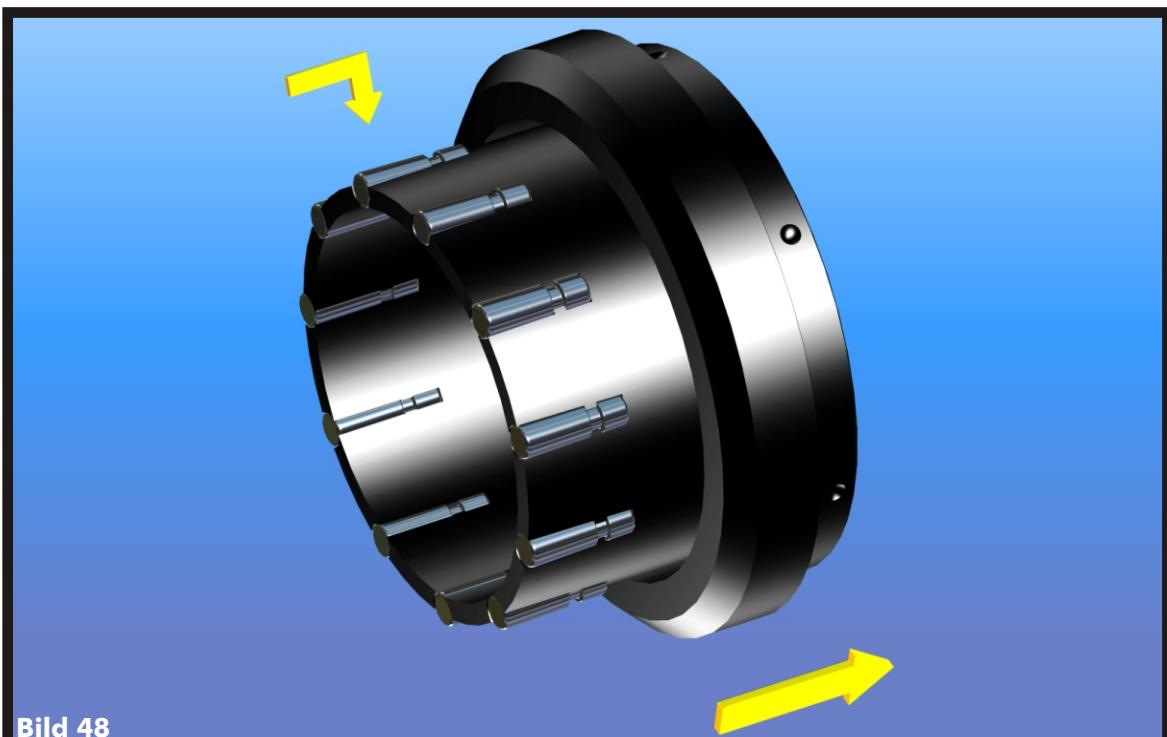

Bild 48
- > **Führen Sie den Zylinder über den Käfig, und legen Sie die Glätt-Rollen in die Kalotten des Käfigs ein (Bild 48).**